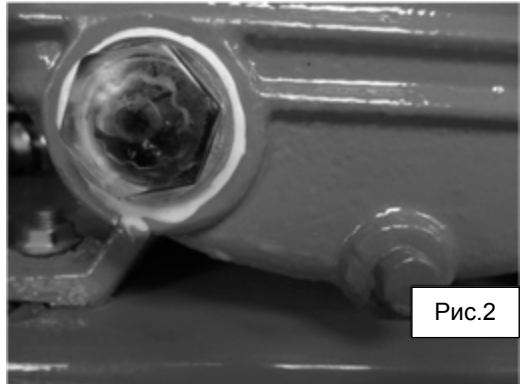

Рис.2
- Проконтролируйте уровень масла в картере по индикатору уровня (3, Рис.1) - он должен находиться в красном кружке на смотровом стекле. (Рис.2). Пониженный уровень масла приведет к недостаточной смазке и повреждению ЦПГ и шатунного механизма, повышенный уровень – к избыточным пульсациям давления в картере и повреждению уплотнений и сальников.
- Открутите пробку слива масла (4, рис.1), (Рис.2), слейте отработанное масло в подходящую емкость. Закрутите обратно пробку слива масла.
- Залейте свежее масло через горловину, контролируя уровень по индикатору (3, Рис.1) - он должен находиться в красном кружке на смотровом стекле. (Рис.2). Не допускайте утечек масла из соединений и попадания масла на наружные поверхности компрессора.